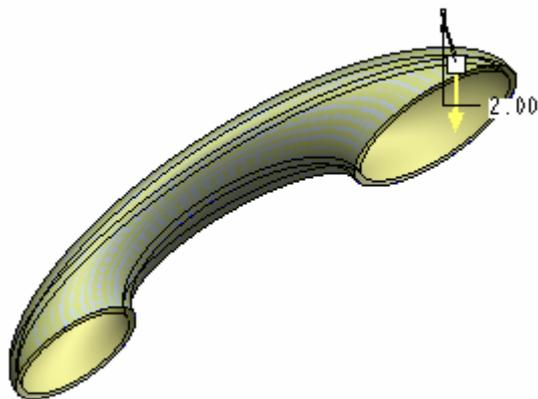
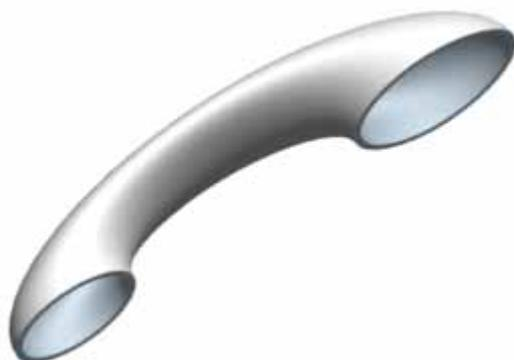

图 61-10
图 61-11
- (2) 模型特征生成方向如图 61-10 所示，单击  按钮，完成特征建立如图 61-11 所示。